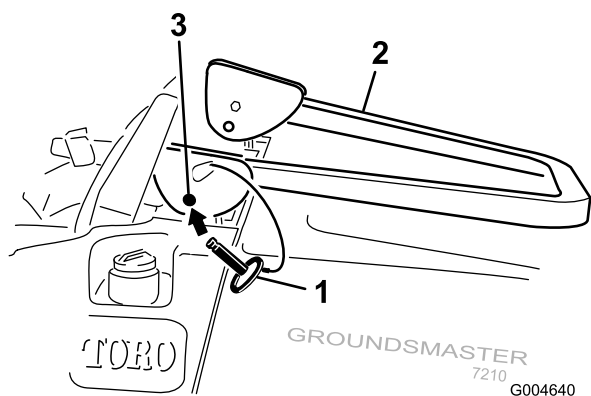

Figura 11
2. Abbassate il roll bar (Figura 11).